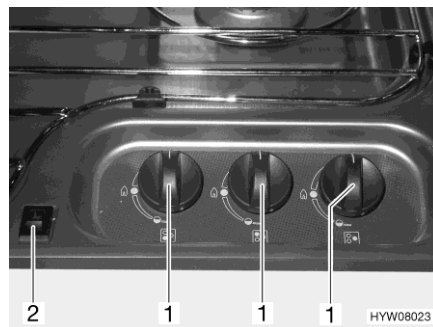

Fig. 164 Elementi di comando (fornello a gas)
- Ruotare il pomello girevole (Fig. 164,1) dell'impianto a fiamma libera desiderato in posizione accesa (fiamma alta).
- Premere l'interruttore a bilico (Fig. 164,2). Sul bruciatore vengono prodotte scintille.